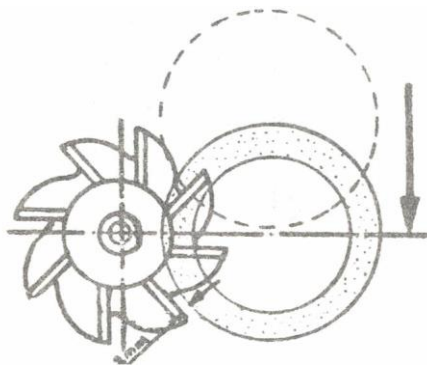

Fig. 53
- a. Desplace el cabezal porta muelas verticalmente de modo que el diente próximo al que va a ser afilado quede alejado de la muela, aproximadamente 2 mm. (Fig. 53).